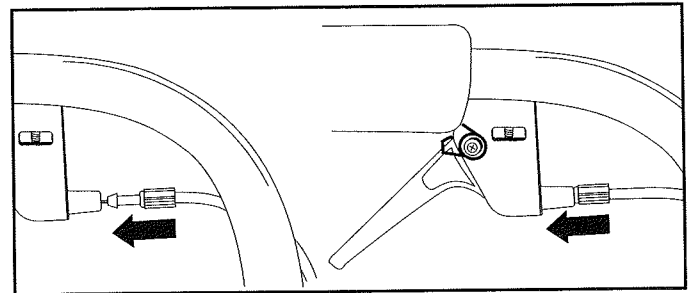

Fig. 11
5. Empurre o invólucro do cabo do gatilho para dentro do invólucro do cabo do gatilho até que ele se encaixe no lugar (Fig. 11).